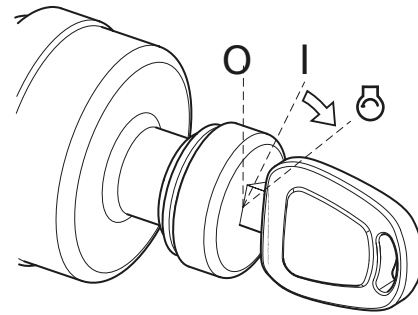

Figura 9
5. Después de completar el precalentamiento, gire inmediatamente el interruptor de arranque cambiar a "O" posición (INICIO) (Figura 9). Motor debería arrancar en aproximadamente cinco segundos.
6. Después de que el motor haya arrancado, suelte la llave. La llave volverá a la posición "I" (ENCENDIDO) (Figura 9).